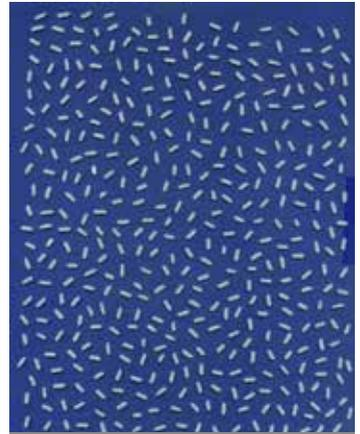

Figura 3: Imagen de una muestra de granos de arroz
granos de una muestra a procesar, se los coloca sobre la bandeja del escáner cuidando de que no estén en contacto entre sí, similar a lo presentado en la Figura 3
Es importante conocer la resolución a la que se registra la imagen. Este valor figura en la interfase de usuario de configuración del escáner que aparece antes de adquirir la imagen. En el ejemplo de la Figura 3, las imágenes están escaneadas con una resolución de 300 dpi.
Cuando hablamos de procesar imágenes digitales, es usual trabajar sobre el histograma de la imagen. Un histograma es un gráfico de barras en el que el eje X representa el valor del pixel (0 - 255) y el eje Y es el número total de píxeles que tiene cada uno de esos valores en la imagen. Por ejemplo, el canal rojo de la Figura 3 tiene el histograma que se presenta en la Figura 5.
a) Función “Binary”: Esta función permite determinar automáticamente el umbral de binarización. Es útil en el caso que las imágenes tengan un buen contraste. Con la imagen seleccionada, se accede a la función con Menú -> Process -> Binary -> Make Binary. Una porción de la imagen binarizada del canal rojo de la Figura 3 se presenta en la Figura 6.